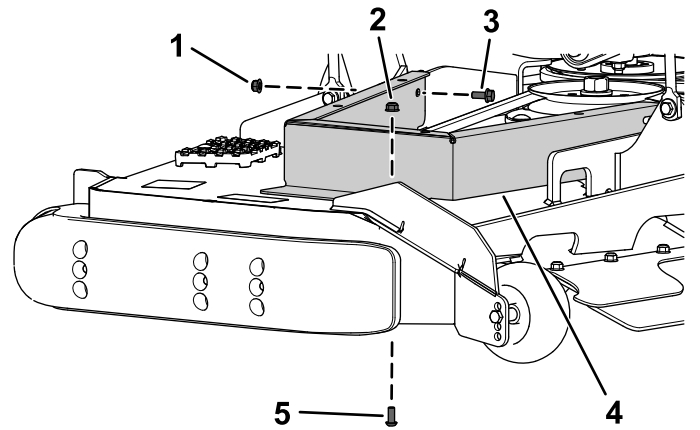

Рисунок 7
2. Зафіксуйте ліве огороження шківів до деки газонокосарки із використанням раніше видалених гвинта зі сферичною головкою (5/16 x 3/4 дюйма) та фланцевої гайки (5/16 дюйма), а також нових гвинта з фланцевою головкою (5/16 x 3/4 дюйма) та фланцевої гайки (5/16 дюйма), як показано на **Рисунок 7**.